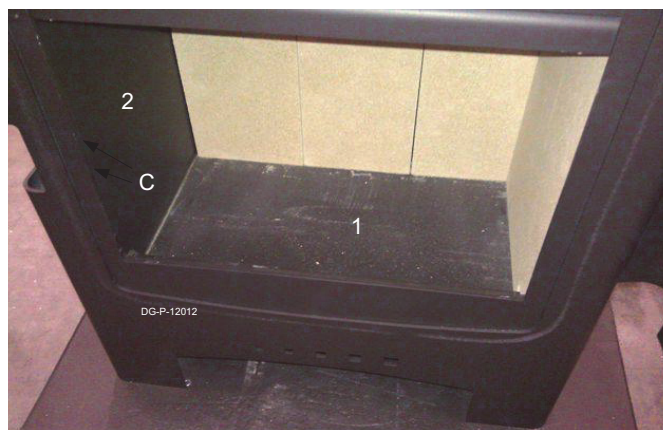

Fig. 3
- Um die Metallschrauben (Abb. 3, C) zugänglich zu machen, müssen zuerst der Vermiculitboden (Abb. 3, 1) und anschließend die linke Seitenwand (Abb. 3, 2) entfernt werden.
- Montieren Sie die Schutzplatte am Kamin und drücken Sie diese gegen den Rauchgasabzug. Bohren Sie 4 Löcher (4 mm) und schrauben Sie die Platte mit den im Lieferumfang enthaltenen Schrauben fest (siehe Abb. 3).